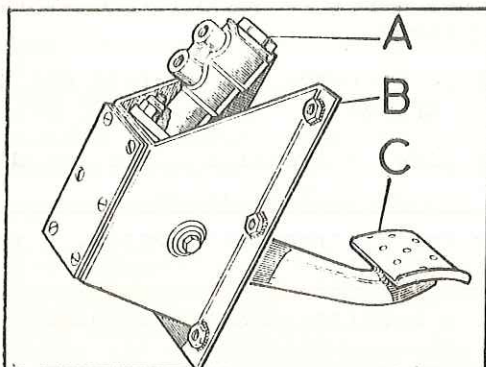

Fig. H-19 Conjunto del pedal y soporte
- 1.5. Retirar el conjunto del pedal, C (Fig. H-19) y soporte, B, del compartimento del motor, haciendo pasar el pedal a través de la abertura existente en el salpicadero.